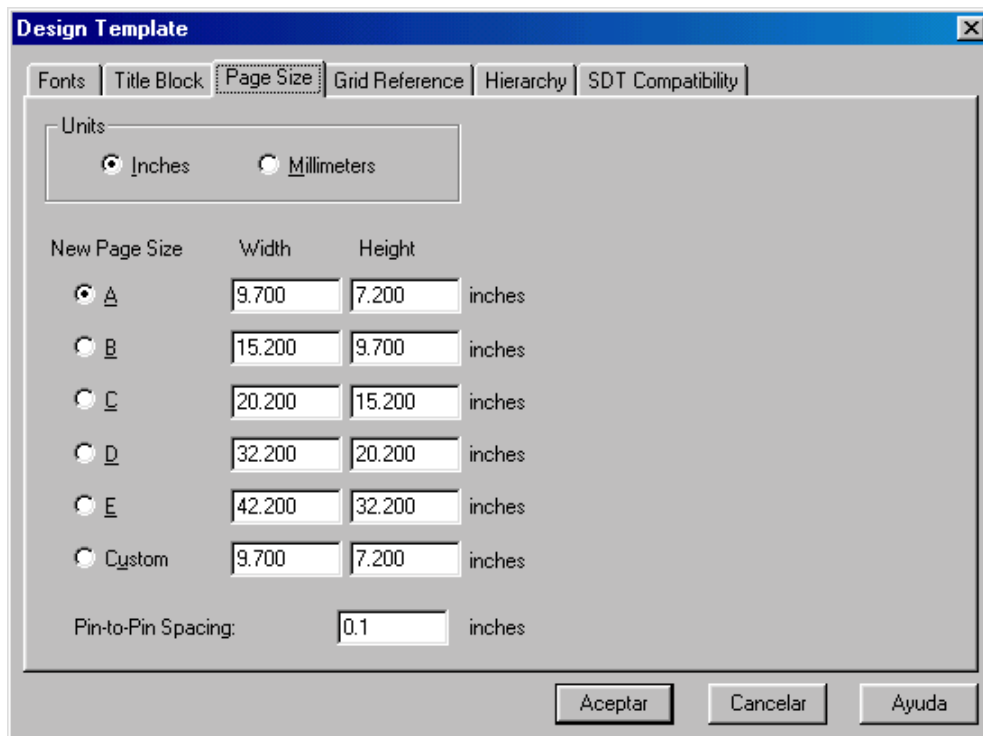

Figura 16: Ventana Page Size,(Design Template).
- **Design Template** (*Designación general*). Muestra una ventana de diálogo, ver **Figura 16**, a través de la cual configurar parámetros a nivel general del proyecto que se está realizando, tales como: